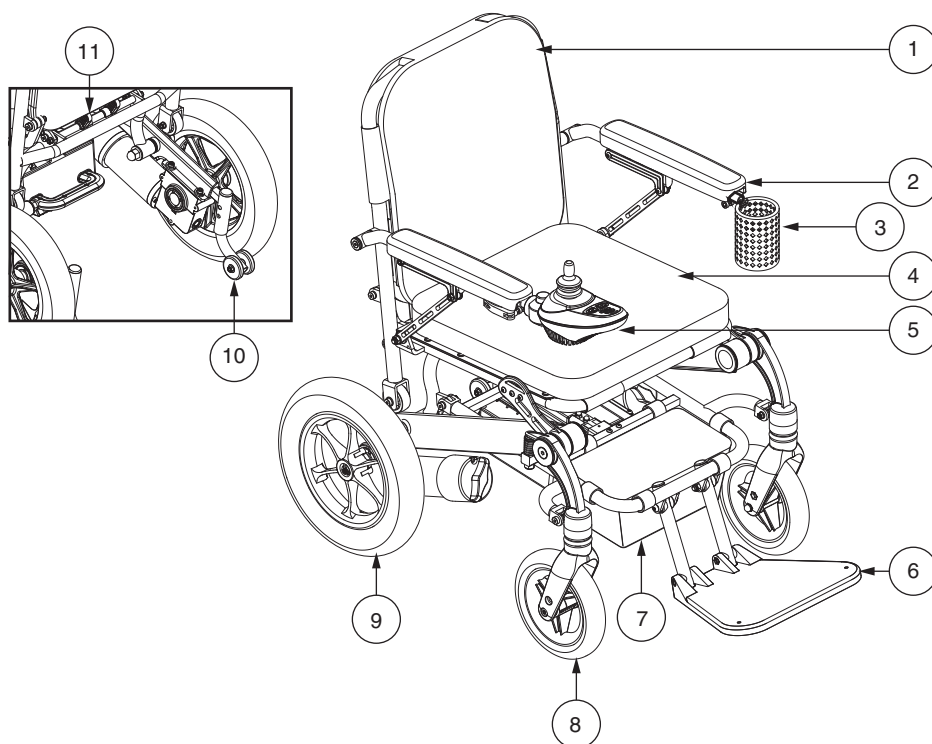

Figure 1. Le Jazzy® Passport
Le Jazzy® Passport est un fauteuil motorisé que vous pouvez plier facilement pour le transport ou le stockage. Le boîtier de batterie glisse à l'arrière de la base motorisée. **Voir les figures 1 et 2** pour les composants du fauteuil motorisé.
2. Placez-vous à l'arrière du fauteuil et localisez le mécanisme de verrouillage. **Voir la figure 1.**
1. Placez-vous à l'arrière du fauteuil et localisez le mécanisme de verrouillage. **Voir la figure 1.**